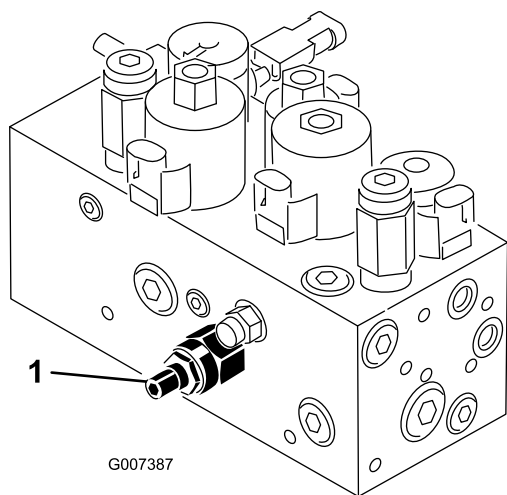

Figura 46
O circuito de elevação/descida da unidade de corte está equipado com uma válvula de regulador de caudal (Figura 46). Esta válvula é previamente configurada pelo fabricante, encontrando-se cerca de 3 voltas aberta, mas por vezes é necessário efetuar ajustes de modo a compensar diferenças na temperatura do óleo hidráulico, nas velocidades de corte, etc.
1. Levante o banco e localize a válvula de controlo do caudal (Figura 46) montada ao lado do coletor hidráulico para a estrutura de tração central.